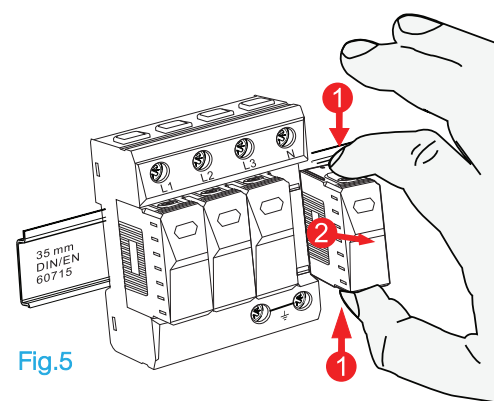

Fig.5
- 2 Premere alla estremità superiore e inferiore della cartuccia da sostituire ed estrarla dal dispositivo. **Fig.5**
- 2 Press the top and bottom ends of the cartridge to be replaced and pull it out of the device. **Fig.5**